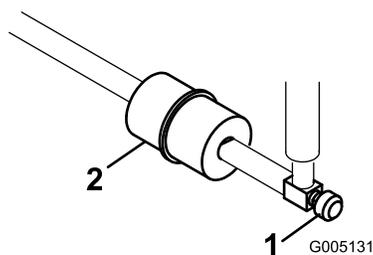

図 45
燃料フィルタはインラインタイプで、燃料タンクとキャブレタの間にあります（図 45）。フィルタに付いている矢印をエンジンの方に向けて取り付けてください。
1. 燃料バルブを閉じ、フィルタのキャブレタ側についているホースクランプをゆるめ、燃料ラインからフィルタを外す（図 45）。
2. フィルタの下に容器を置き、もう一方のクランプも外してフィルタを取り出す（図 45）。